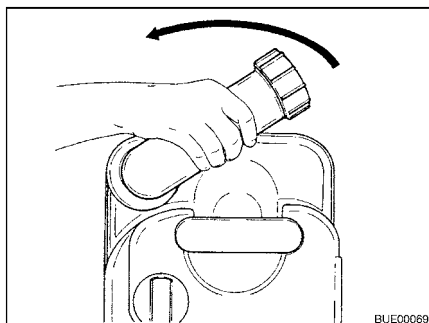

Fig. 279 Tourner la tubulure d'évacuation
- Tourner la tubulure d'évacuation vers le haut (Fig. 279).